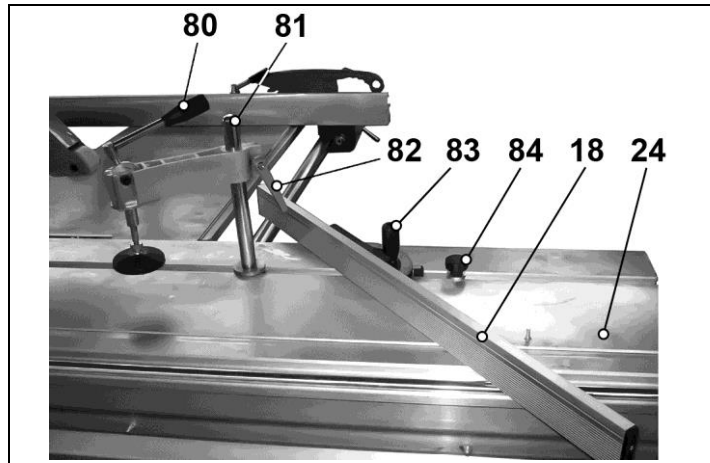

Рис. 21
8.8. Установка углового упора и струбцины, Рис. 21
8.8.1. Как показано на Рис.21, в паз стола каретки (24) установите и закрепите стойку струбцины (81). Для регулировки по высоте ослабьте ручку фиксации (82). Фиксация заготовки производится ручкой эксцентрика (80). Для получения стабильных результатов необходимо надёжно закреплять заготовку на столе каретки (24).